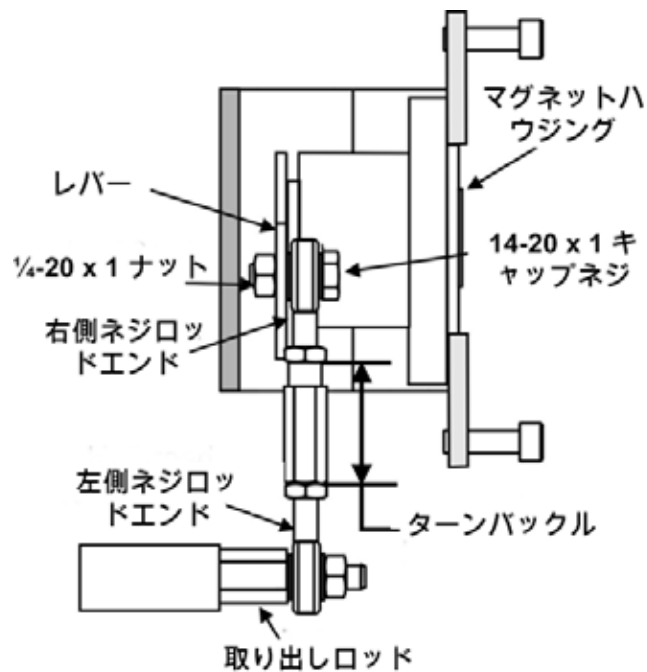

図17 - レシプロリンケージ
5. アクチュエーターステムコネクタに取出口ドを通します。47ページの 図17を参照してください。カップリングに位置するトラベルポインターの位置が正しいことを確認してください。
10. ターンバックルを、左側のねじ切りされたロッドエンドにねじ込みます。47ページの図17を参照してください。